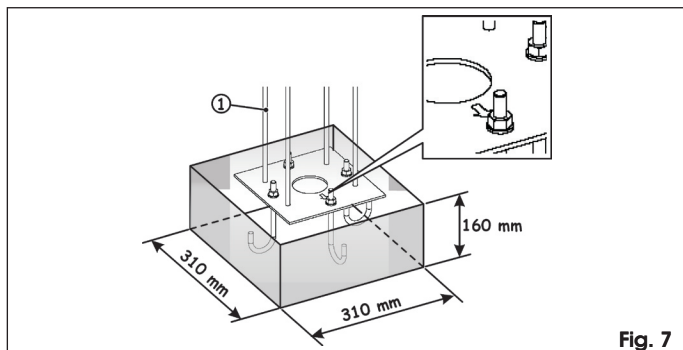

Fig. 7
2. Maak een plint zoals aangegeven in Fig. 7.
1. Draai de vier bijgeleverde trekbouten, Fig.7 ref. ①, in de bijbehorende gaten met de vastgelaste moeren.
2. Metsel de funderingsplaat vast, zoals in Fig. 7, en leg daarbij een of meerdere buizen aan waar de kabels doorheen kunnen